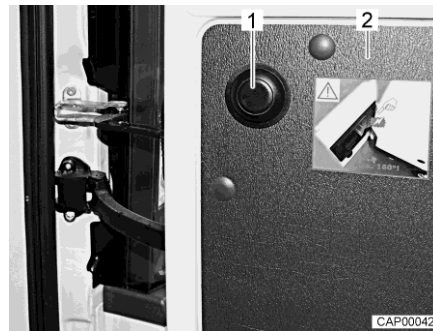

Fig. 13 Bouton-poussoir pour annuler la limitation
- Ouvrir à fond la porte arrière (Fig. 13,2).
- Appuyer sur le bouton-poussoir (Fig. 13,1) maintenir la porte arrière et continuer de l'ouvrir avec précaution.